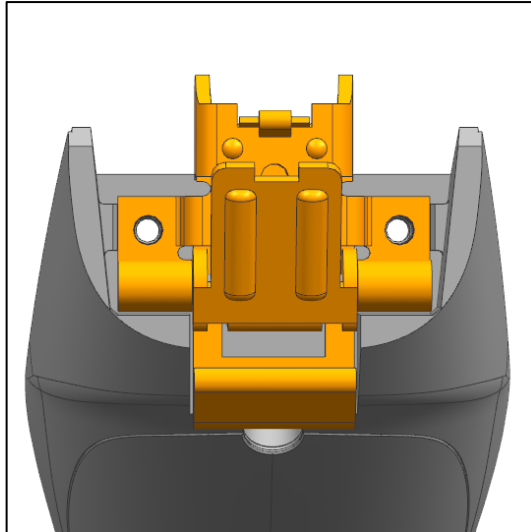

Abb. 40
- a) Setzen Sie das Halblech ins Gehäuse ein (Abb. 40).